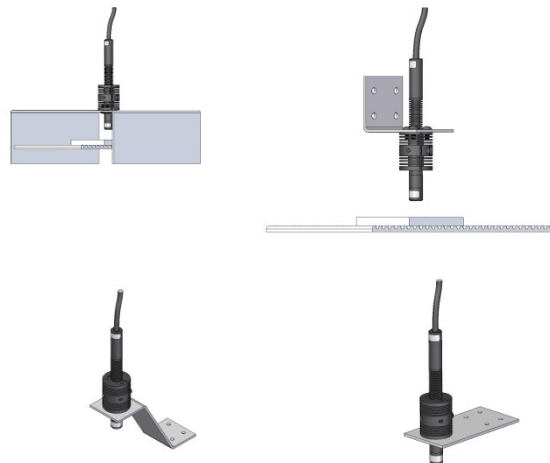

Abbildung 6 Typische Installationsanwendungen
7. Montieren Sie den UV-LED-Kopf in die Befestigungsklemme und sichern seine Lage/Position durch Festziehen der Sechskantschraube. Siehe Abbildung 6 für typische Anwendungsinstallationen.